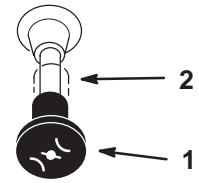

Figure 11
7. Lorsque le moteur a démarré, amenez progressivement la manette de starter en position "hors service" (Fig. 11). Si le moteur cale ou hésite, ramenez la manette de starter à la position "en service" pendant quelques secondes. Réglez ensuite le levier d'accélérateur à la position voulue. Répétez l'opération si nécessaire.